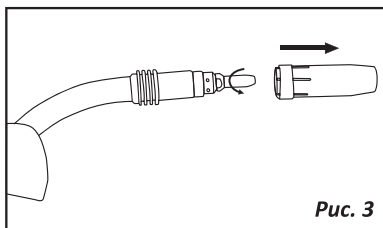

Рис. 3
3. Замена наконечника (Рис. 3)